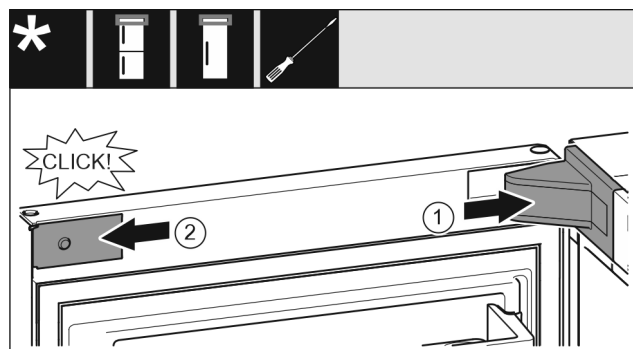

Fig. 27
- Applicare e innestare la copertura del blocco di supporto Fig. 27 (1), eventualmente staccarle l'una dall'altra con cautela.
- Applicare la maschera Fig. 27 (2) sui lati e innestarla.